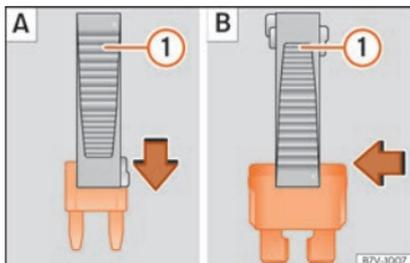

Fig. 64 Retirer ou placer un fusible.
- *Petits fusibles* : encastrez la pince depuis le haut »» fig. 64 A.
- *Grands fusibles* : déplacez la pince latéralement sur le fusible »» fig. 64 B.